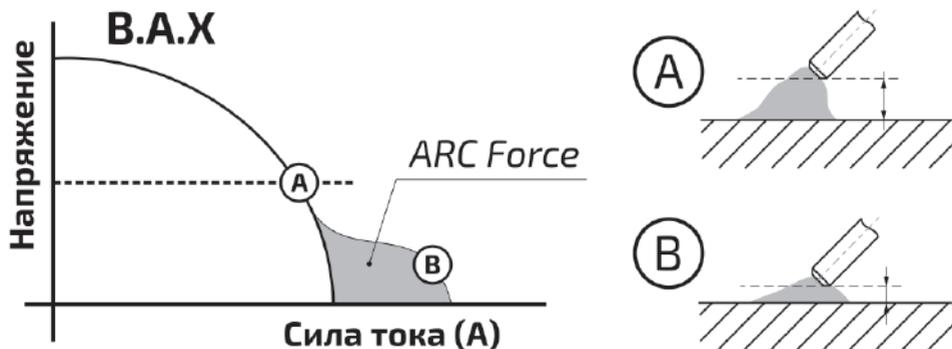

Рис. 7.3.1. Arc Force.
**Arc Force:** рекомендуется применять при сварке покрытыми электродами на малых токах. В процессе сварки происходит автоматическая регулировка силы сварочного тока, что уменьшает склонность к залипанию покрытого электрода к свариваемой детали (см. рис. 7.3.1).